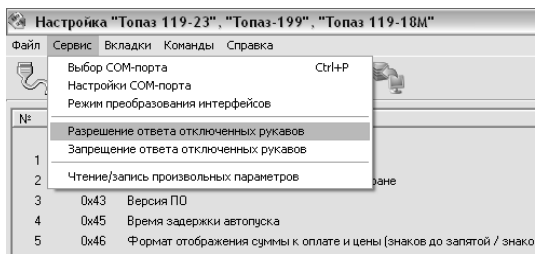

Рисунок 3
- неиспользуемым рукавам установить режим работы "отключен". Отключенные рукава не отвечают ни на какие команды управления, а также запросы параметров. Для разрешения ответа отключенных рукавов необходимо выбрать соответствующую команду в пункте "Сервис" главного меню (рисунок 3).